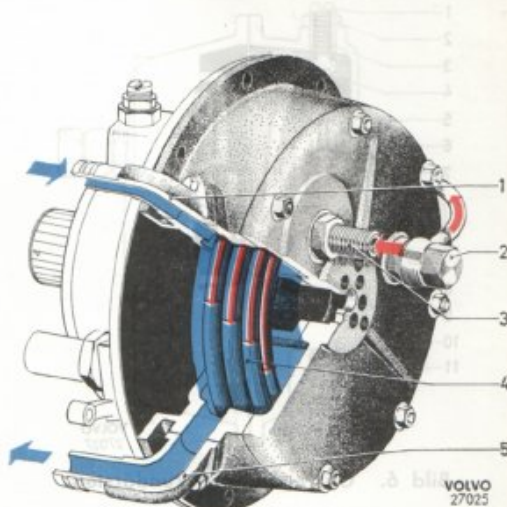
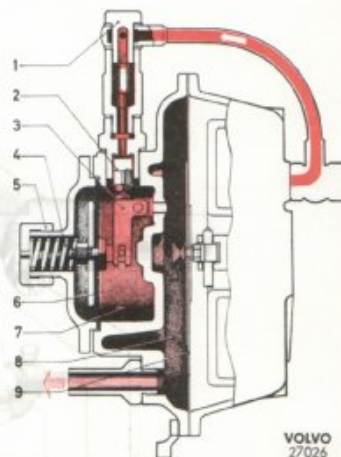

Bild 4. Gasregulator, förvärmning.
Bild 5. Gasregulator, primärsteg.
Bränslet, i vätskeform, passerar först genom en värmeslinga (4, bild 4) som är monterad i en mantel vid regulatorns ena sida. Bränslet uppvärms härvid på grund av att manteln genomspolas av motorns kylvätska. Vid den följande omvandlingen från vätska till gas sjunker nämligen bränslets temperatur avsevärt men genom förvärmningen erhålles rätt gastemperatur. Därefter passerar bränslet ett rör och kommer fram till primärventilen (2, bild 5) med ett tryck varierande från 4 till 7 kg/cm². Genom primärventilen släppes vätskan in i primärkammaren (7).